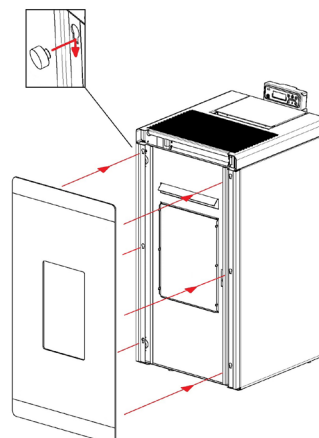

Fig. 33 - Plaats het glas
- Plaats het glas op de metalen deur: haak de koppen van de schroeven vast aan de gaten van de deur (zie **Fig. 33 op pag. 21**).